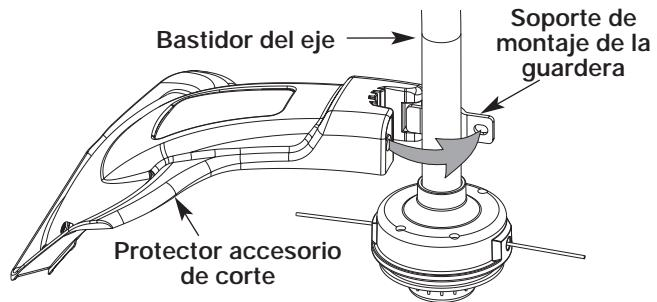

Fig. 3
- Coloque el protector del accesorio de corte en el bastidor del eje. Cerciórese de que el soporte de montaje de la guardera se deslice en la ranura situada en el borde del protector de corte. Gire el protector en sentido antihorario hasta que quede en su lugar (Fig. 3). Los orificios en el soporte de montaje de la guardera y el protector del accesorio de corte se alinearán.